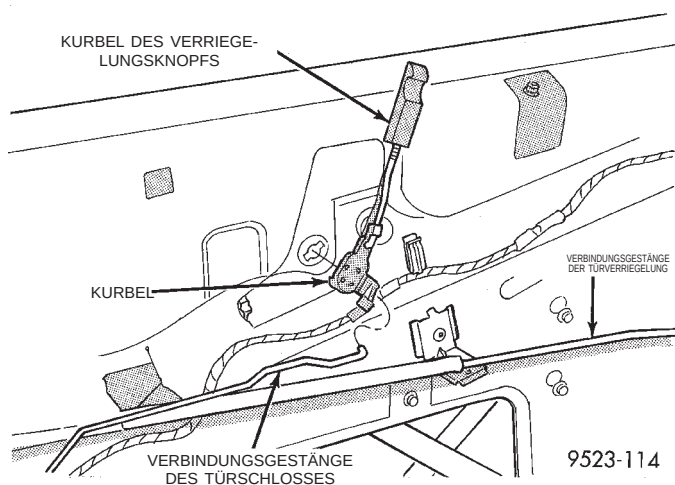

Abb. 25 Kurbel des Verriegelungsknopfs—Typisch
- (1) Türverkleidung abbauen.
- (2) Halteclip lösen, mit dem das Verbindungsstange des Türschlosses an der Kurbel befestigt ist.
- (3) Kurbel so lange drehen, bis die Haltenasen auf die Schlitze im Türinnenblech ausgerichtet sind.
- (4) Kurbel von der Tür abnehmen (Abb. 25).